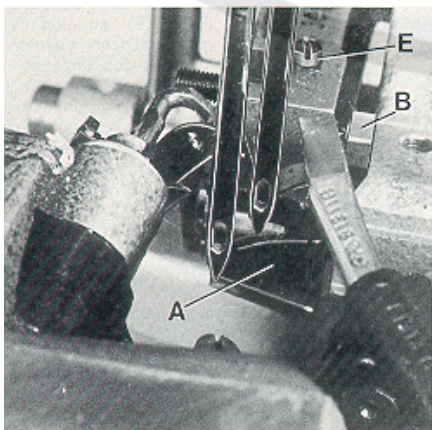
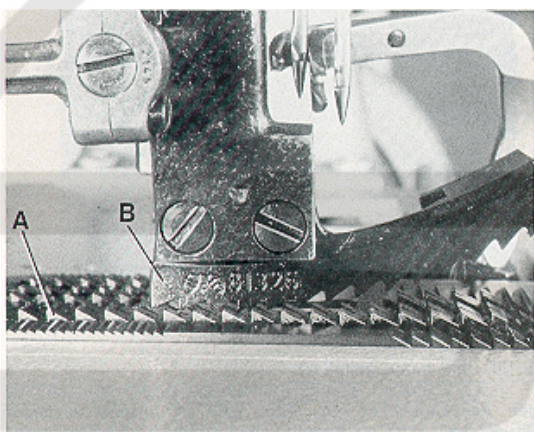

Fig.16
Fig.19
When the needle guard (A, Fig. 16) is in its most forward end position, its guarding surfaces should just contact the back of the needles without deflecting them. After loosening screw (B, Fig. 16) needle guard (A) can be moved accordingly to the front or to the rear. Retighten screw.
Wenn der Nadelanschlag (A, Fig. 16) in seiner vorderen Endstellung ist, sollen seine Schutzflächen die Rückseite der Nadeln gerade berühren, ohne sie abzulenken. Nach Lösen der Schraube (B, Fig. 16) kann der Nadelanschlag (A) entsprechend nach vorne oder hinten geschoben werden. Ziehen Sie die Schraube wieder an.
At highest point of feed travel the rear teeth of the feed dog (A, Fig. 19) should just project their full depth above the top surface of throat plate. Adjust the supporting screw (E, Fig. 16) in the feed bar to the required height and assemble the feed dog.
Im höchsten Punkt der Transportbewegung sollen die hinteren Zähne des Transporteurs (A, Fig. 19) gerade eine Zahnhöhe über die Stichplattenoberfläche ragen.
Stellen Sie die Stützschraube (E, Fig. 16) im Transporteurträger auf die entsprechende Höhe und montieren Sie den Transporteur.
Simultaneously the upper feed dog (B, Fig. 19) should be positioned so that the tips of its teeth engage with the tooth spaces of the lower feed dog (A), without contacting it. When the lower feed dog (A) is in its highest and the upper feed dog (B) in its lowest point of travel, there must be a small gap between both feed dogs.
Gleichzeitig muß der Obertransporteur (B, Fig. 19) so positioniert sein, daß die Spitzen seiner Zähne in die Zahnflächen des unteren Transporteurs (A) eingreifen, ohne diesen zu berühren. Wenn der untere Transporteur (A) in der höchsten und der Obertransporteur (B) in der untersten Stellung seiner Bewegung ist, muß zwischen beiden Transporteurs ein Luftspalt sein. Die Transportwege des oberen und unteren Transporteurs müssen gleich (synchron) sein.